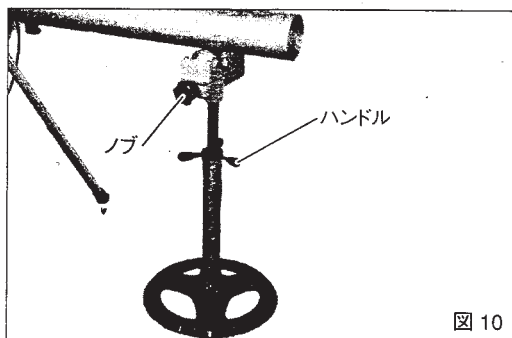

図 10
- 2.受け台のノブを回すとベアリング間の距離が変わります。ベアリングが約 120° でパイプを支えるようにノブで調整してください。(図10)